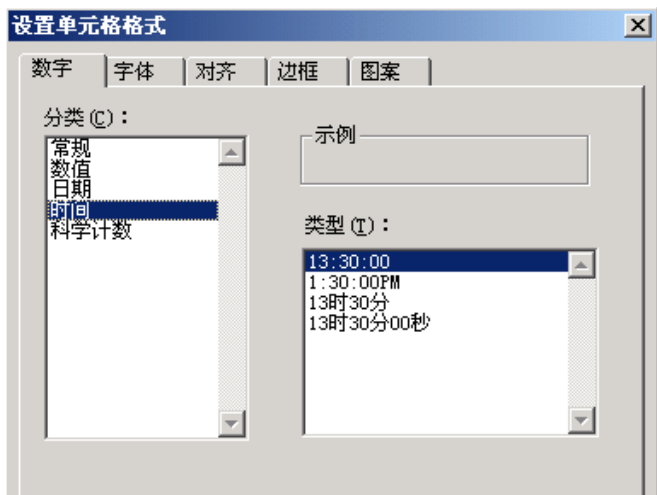

图 17.21
- ◇ 时间：如图 17.21 所示，当单元格需要显示时间的特殊形式，仅在设置了时间函数 Time（参见组态王报表函数）的单元格中有效，可以任选其一。